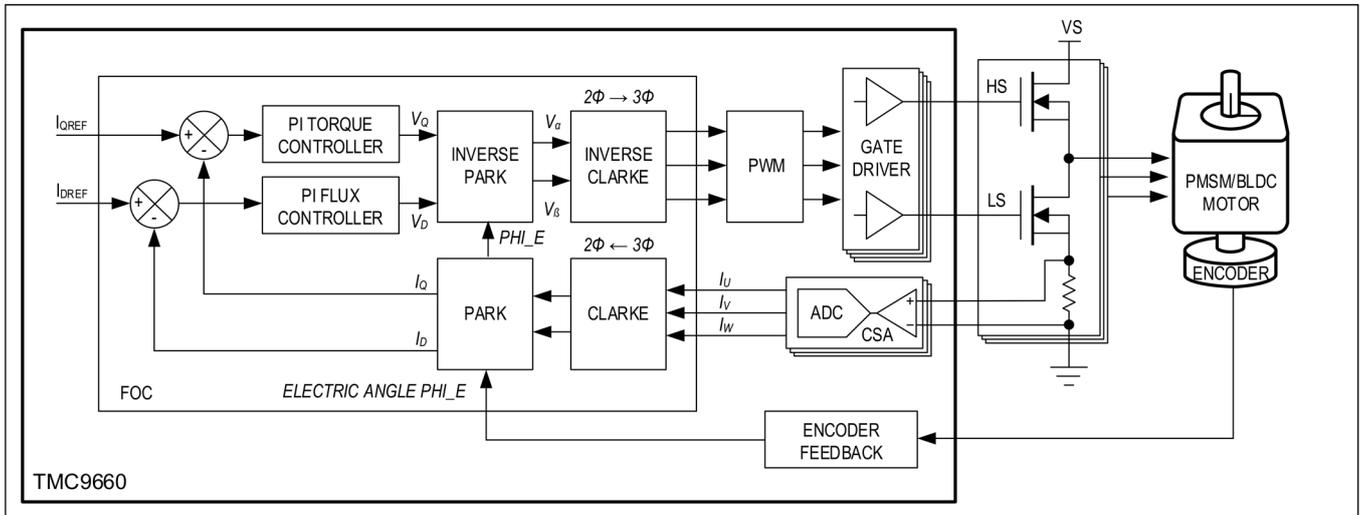

図 15. ベクトル制御電流コントローラ (FOC)
ベクトル制御/FOC は、可変周波数駆動 (VFD) 制御方式の一種で、ステータに巻線を持つブラシレス・モータに使われます。ロータ位置角の助けを借りて、ステータのコイル巻線を通るモータ電流は、トルク (I_q) と磁束 (I_d) を表す 2 つの線形時不変直交成分 (ベクトル) に変換されます (図 15)。この変換には、標準的な比例積分 (PI) コントローラと、DC モータで良く知られた制御アーキテクチャを使用できます。コントローラの出力は再び電圧レベルに変換され、更にモータ・コイル接続ごとに 1 つのハーフブリッジを駆動するために PWM 信号に変換されます。